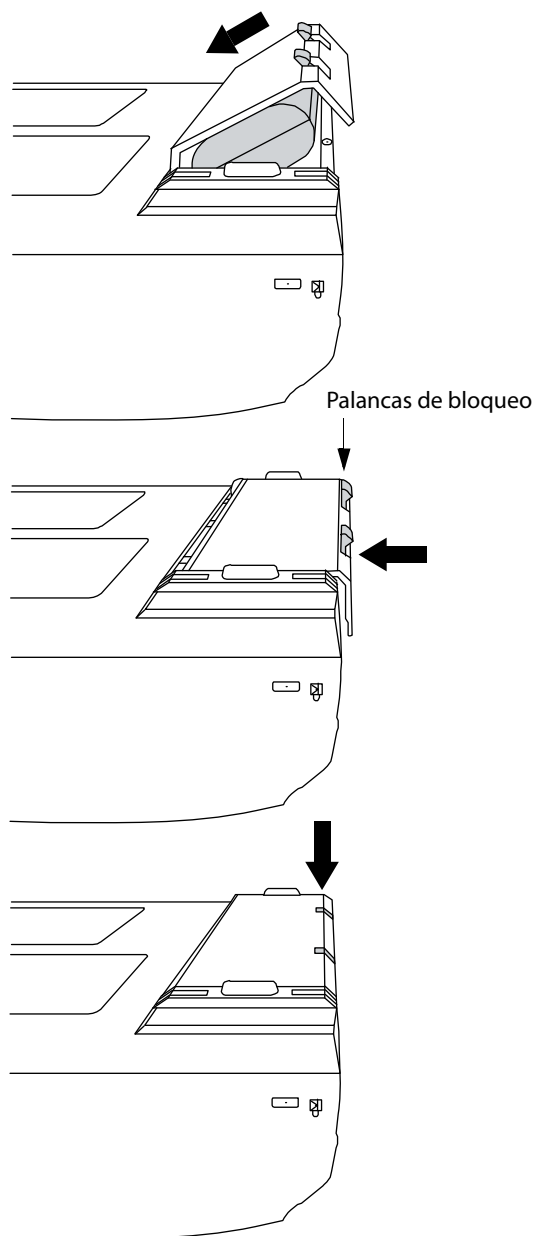

Figura 2-3 Instalación de la batería
- 3 Introduzca la batería en el compartimento de la batería con una ligera inclinación. Consulte la Figura 2-3 en la página 2-4.